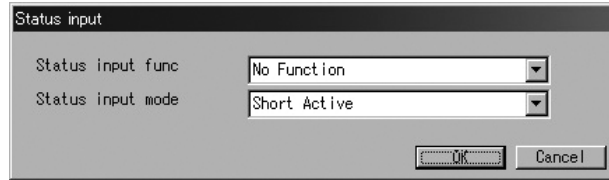

図34
- ① 画面上部メニューの「Setup(S)」をクリックし、「Config output」のドロップダウンリストの中から「Status input」を選び再度クリックします。
- ② 図34のようなメッセージボックスが現れます。ここではステータス入力の機能を設定します。